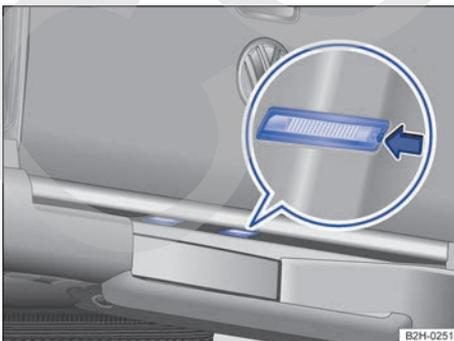

Fig. 197 En la chapa de cierre trasera, debajo del portón de carga: luces de la patente.
2.	Presione con un destornillador en el rebaje de la luz de la patente, en el sentido de la flecha → fig. 197.